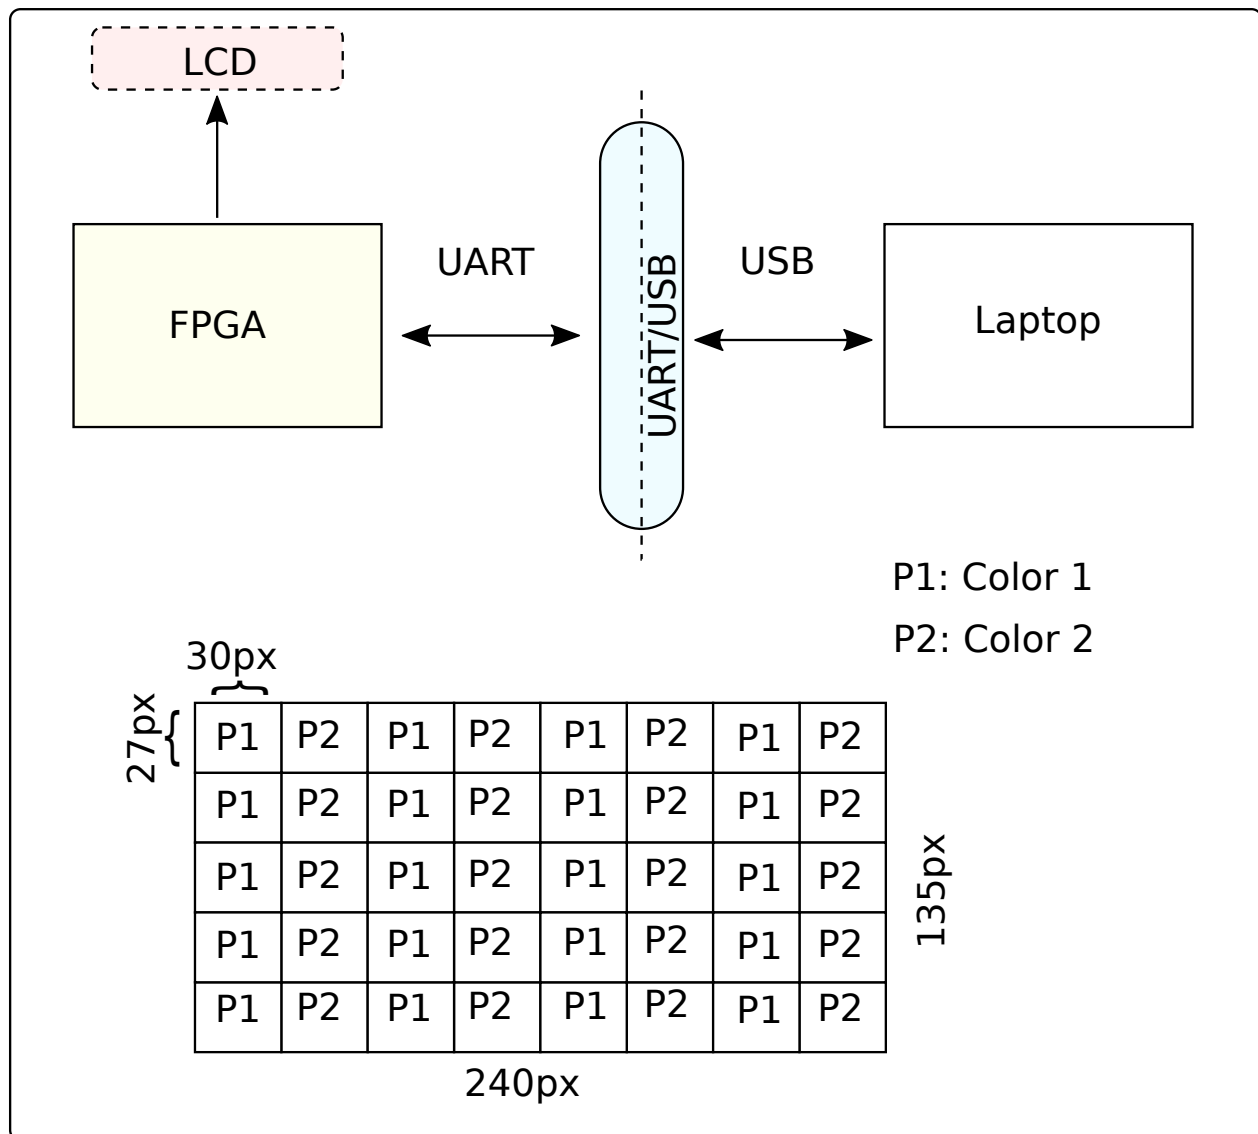

Figura 4: Diagrama conceptual de la interfaz SPI de la LCD conectado a la FPGA y Computador. El computador elige entre dos posibles configuraciones de colores.
4. Con base a la ilustración de la figura 4, elabore un diseño donde desde el computador se escoge dos posibles configuraciones de patrón de color. Cada configuración de color va a tomar únicamente dos posibles colores; P1:Rojo y P2:Azul como configuración 1, y P1:Verde